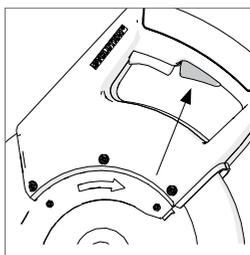

Fig. 25
- Ricordatevi di premere prima il pulsante di blocco-off prima del Interruttore On / Off. (Fig. 25)